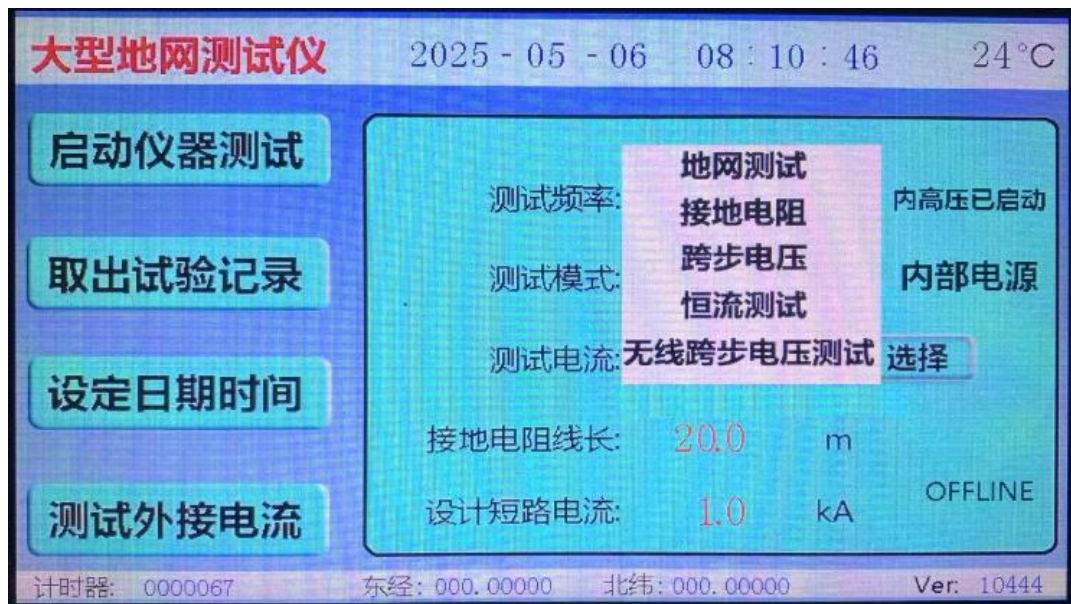

图 6 测试模式选择
- 2) 测试模式: **地网测试**。此处为下拉菜单（参考图 6）